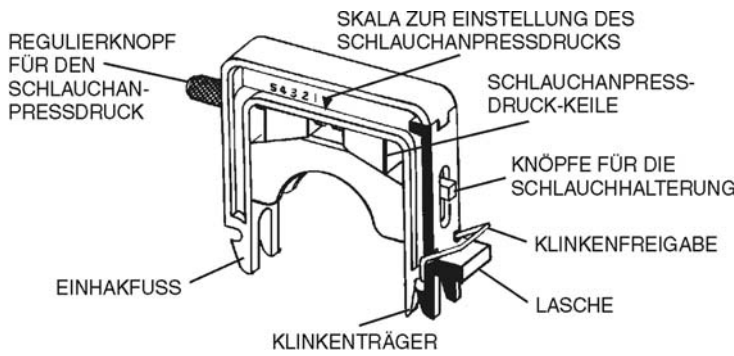

ABBILDUNG 4 KASSETTENBAUGRUPPE
1. Den Regulierknopf für den Schlauchanpressdruck (siehe Abbildung 4) entgegen dem Uhrzeigersinn auf die maximale Öffnung drehen. Dieser Schritt ist nicht notwendig, wenn der Schlauchanpressdruck auf der werkseitigen Einstellung steht oder bereits während vorausgehender Pumpvorgänge korrekt eingestellt wurde.
5. Die Kassette mit dem Schlauch über den Rotor klappen und die Lasche nach unten drücken (siehe Abbildung 4), bis die Klinke einrastet (siehe Abbildung 6E). **Hinweis:** Die Schlauchkassette nach Bedarf an der in Abbildung 6E angegebene Stelle nach unten drücken, um das Ein- und Ausklinken zu erleichtern.
2. Auf der Klinkenseite auf die Schlauchkassette drücken (siehe Abbildung 6E) und den Einhakfuß nach außen aus dem Stab aushaken. Drücker des Klinkenfreigabe (siehe Abbildung 4) erleichtert diesen Schritt.
(4) Bidirektionales Pumpen